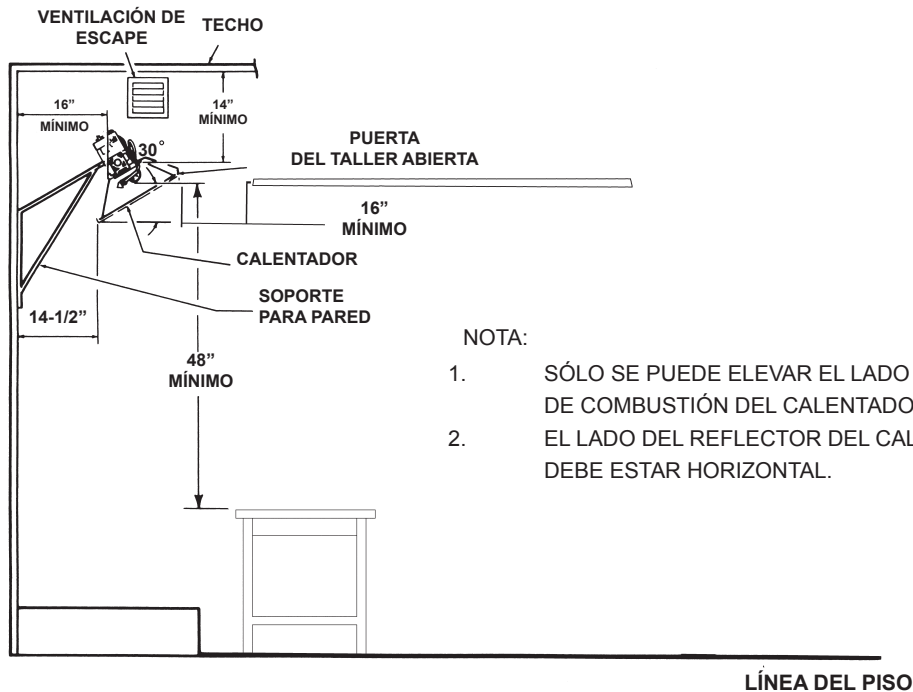

Figura 2. Espacios libres que deben dejarse en la instalación con respecto a las superficies inflamables
Mantenga los espacios libres que se indican en la Figura 2 o en la placa del calentador.
⚠ ADVERTENCIA: Mantenga los espacios libres que se indican en la Figura 2 o en la placa del calentador.
- En la Figura 2 y en la Tabla 3 se ilustran los espacios libres mínimos que deben dejarse con respecto a las superficies inflamables. Como se observa en la Figura 2, la parte delantera del calentador se instala dejando el espacio libre mínimo obligatorio con respecto a las superficies inflamables y de cara al espacio abierto, mientras que los demás lados deben tener un espacio libre mínimo de 16 pulgadas con respecto a las superficies inflamables.